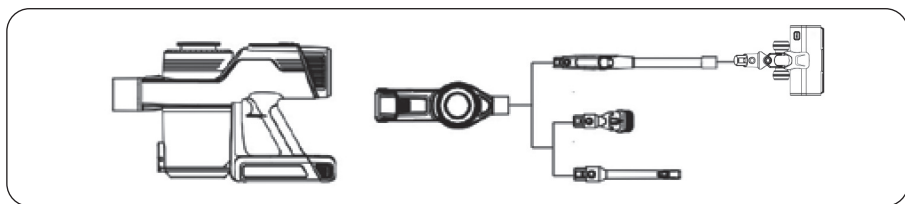

Figura 12
2. Início dos trabalhos Pressione o botão "switch", toque no botão, a máquina começará a funcionar, se precisar de parar de trabalhar, solte o "botão de troca". (Figura 12)